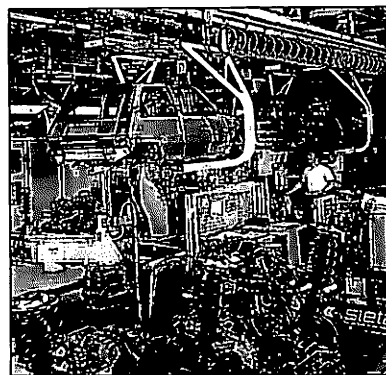

Fig. 6 : Locaux industriels.
- le décret du 14 novembre 1988 relatif à la protection des travailleurs dans les locaux qui mettent en œuvre des courants électriques (*fig. 6*).